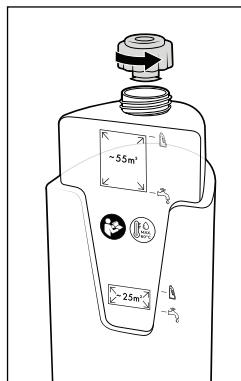

Fig. 7
- ◆ Retournez le réservoir d'eau fraîche ⑪ et dévissez le couvercle (voir fig. 7).